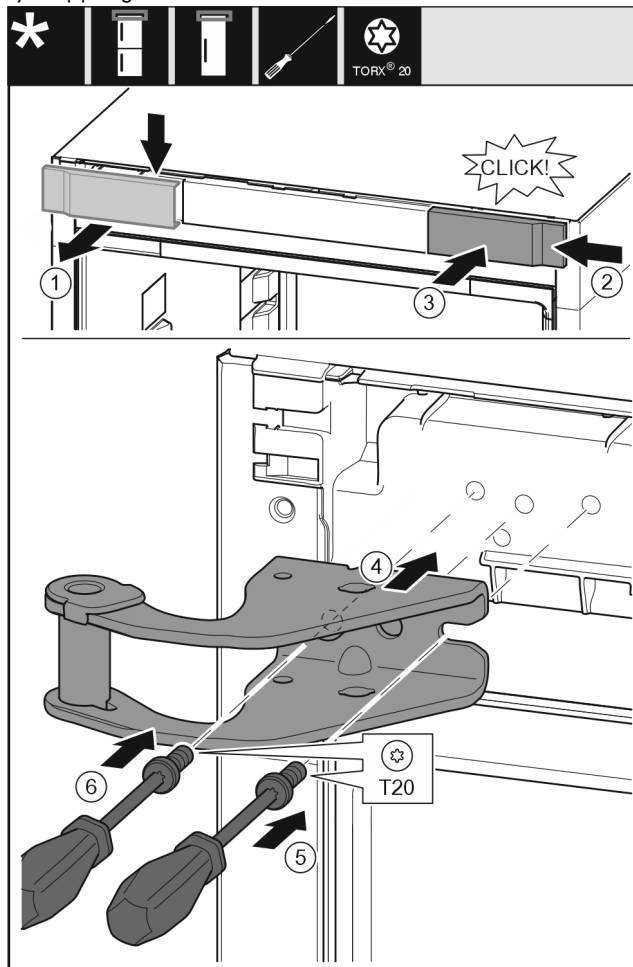

Fig. 10
- Ta av skyddet genom att dra det uppåt och framåt. Fig. 10 (1)
- Vrid skyddet 180° och haka i det på andra sidan från höger. Fig. 10 (2)
- Tryck fast skyddet. Fig. 10 (3)
- Sätt på den övre lagerbocken. Fig. 10 (4)
- Sätt i och dra åt skruven med skruvmejsel T20. Fig. 10 (5)
- Sätt i och dra åt skruven med skruvmejsel T20. Fig. 10 (6)